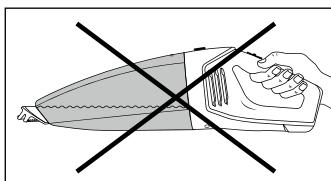

Rys. 3
① Wskazówki dotyczące odkurzania płynów
- Jeśli doszło do zassania płynów, należy przenosić urządzenie zawsze dyszą do odkurzania na mokro ① skierowaną w dół (patrz rys. 3):